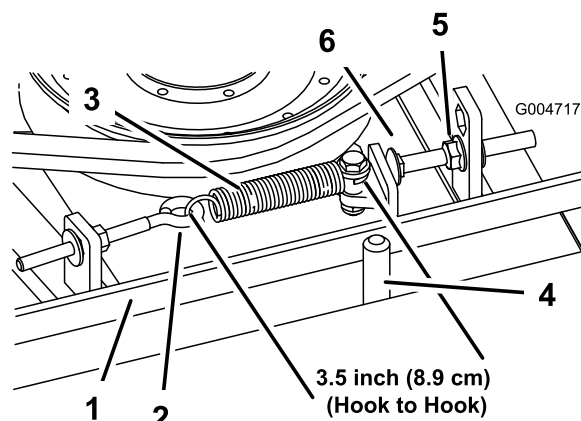

Figura 69
Quando la tensione è corretta, la misura interna della molla di prolunga (da gancio a gancio) deve essere circa  $8,9 \text{ cm} \pm 0,63 \text{ cm}$ . Quando la tensione della molla è giusta, regolate il bullone di arresto (bullone a testa tonda) fino ad ottenere un gioco di  $0,32 \text{ cm} + 0,152/0,000 \text{ cm}$  tra la testa del bullone ed il braccio di rinvio (Figura 69).
**Nota:** Verificate che la cinghia si trovi dal lato molla del guidacinghia (Figura 69).
2. Allentate il bullone ad occhio per consentire la rimozione della molla di prolunga (Figura 69).
3. Allentate il dado flangiato che fissa il bullone di arresto alla linguetta di montaggio. Allentate il dado quanto basta per consentire al braccio di rinvio di oltrepassare il bullone di arresto (Figura 69). Allontanate la puleggia tendicinghia dalla cinghia in modo da allentare la tensione della cinghia.
8. Ricollegate la molla di prolunga (Figura 69) al bullone ad occhio e tendete la cinghia come segue: